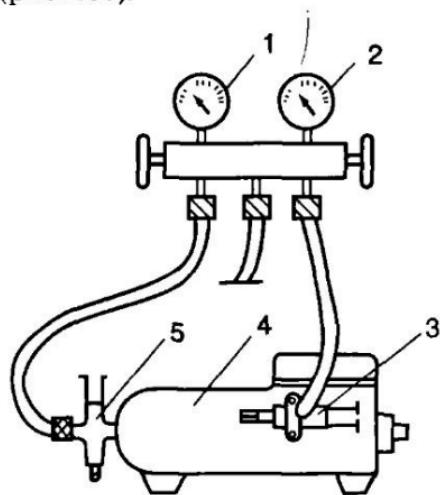

Рис. 107. Присоединение манометрового коллектора к компрессору машины:
2.1.6. После выполнения всех операций можно считать, что манометровый коллектор присоединен к системе и подготовлен к работе (рис. 107).
2.2.7. Теперь манометровый коллектор присоединен к системе и подготовлен к работе (см. рис. 107).